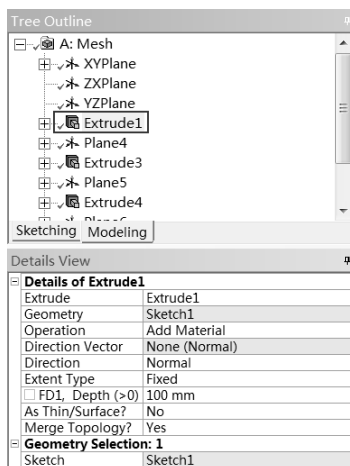

图 2-7 拉伸设置面板
(2) Extrude(拉伸):如图 2-7 所示,本命令可以将二维的平面图形拉伸成三维的立体图形,即对已经草绘完成的二维平面图形沿着二维图形所在平面的法线方向进行拉伸操作。